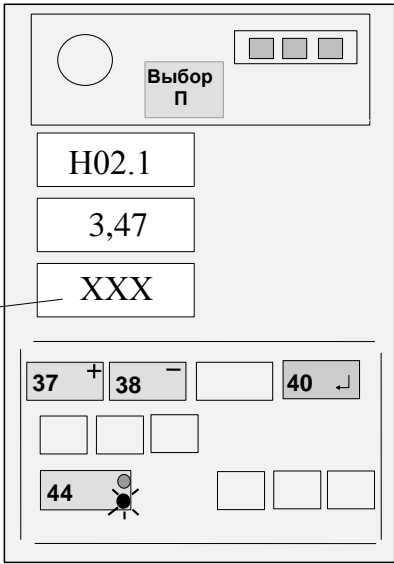

Рисунок 14
- 4.5.6.4 Нажимая кнопки "+" (37) и "-" (38), набрать на среднем ИЖЦ значение вылета, указанного в правом столбце таблицы 4 (см. рисунок 14) для установленного значения вылета по рулетке.
4.5.6.5 Нажать на время 1 с кнопку "┘" (40) и, проконтролировав короткий звуковой сигнал, отпустить кнопку (см. рисунок 14).